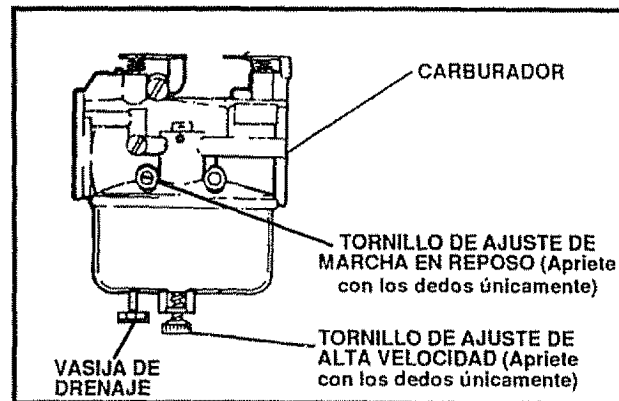
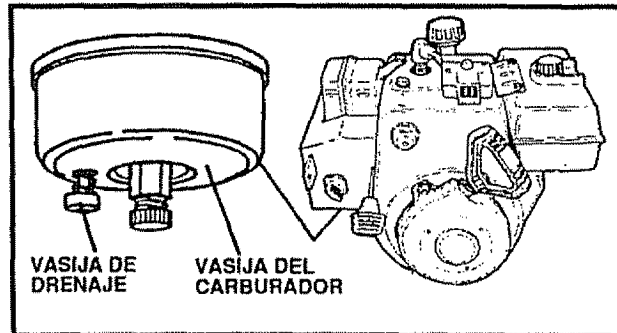

FIG. 35
FIG. 37
El carburador (Véase Fig. 35 y Fig. 37 en página 27) ha sido preconfigurado en la fábrica y los reajustes no deberían ser necesarios. Sin embargo, si el carburador de hecho necesita ser ajustado, proceda de la manera siguiente:
- Para remover la gasolina, mantenga el motor en marcha hasta que el tanque esté vacío y el motor pare. Luego, drene la gasolina remanente del carburador presionando hacia arriba en la vasija de drenaje del carburador situada en la parte inferior del carburador (Véase Fig. 37).